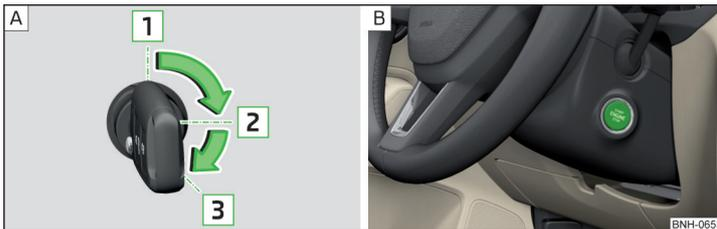

Abb. 104 Positionen des Fahrzeugschlüssels im Zündschloss / Starterknopf
Positionen des Fahrzeugschlüssels im Zündschloss » Abb. 104 - **A**
- › Den Knopf drücken » Abb. 104 - **B**, die Zündung wird ein-/ausgeschaltet.
- › Bei Fahrzeugen mit **Zündschloss** den Schlüssel in die Position **3** drehen » Abb. 104 auf Seite 89 - **A**, es erfolgt der Startvorgang. Dann den Schlüssel loslassen, der Motor springt automatisch an.
- › Bei Fahrzeugen mit **Starterknopf** den Knopf kurz drücken » Abb. 104 auf Seite 89 - **B**, der Motor springt automatisch an.
- › Bei Fahrzeugen mit **Zündschloss** den Schlüssel in die Position **1** drehen » Abb. 104 auf Seite 89 - **A**.
- › Bei Fahrzeugen mit **Starterknopf** den Knopf drücken » Abb. 104 auf Seite 89 - **B**, der Motor und die Zündung werden gleichzeitig ausgeschaltet.
➤ Den Knopf gedrückt halten » Abb. 104 auf Seite 89 -  oder zweimal innerhalb von 1 Sekunde drücken.